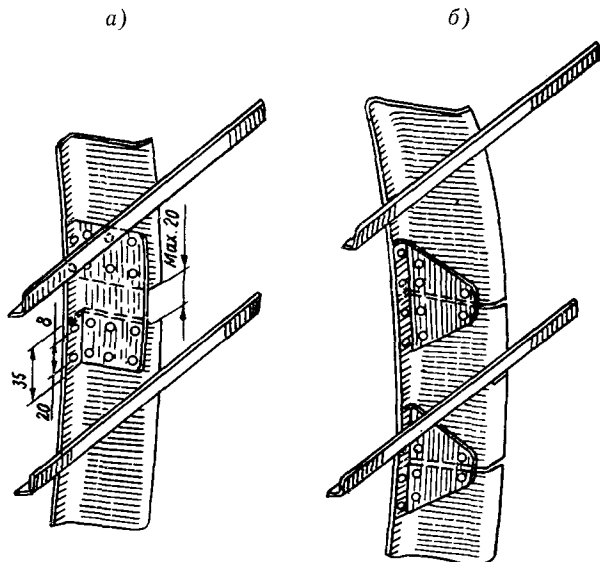
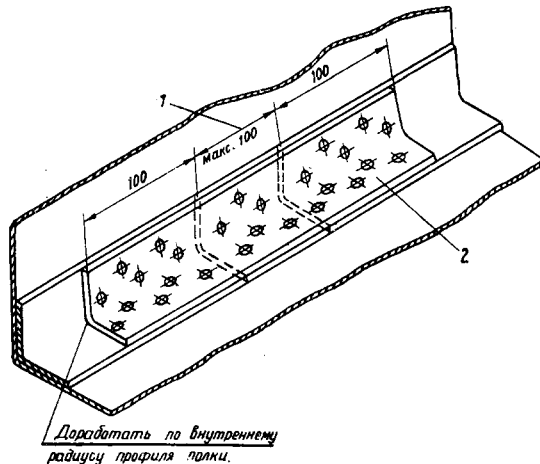

Рис. 2.2.2. Ремонт поврежденного участка нормального шангоута:
Рис. 2.2.3. Ремонт поврежденной полки шпангоута:
2.4.3. Вырежьте соединительную накладку, подгоните ее по месту, высверлите отверстия $\varnothing 3,1$ мм и приклепайте на заклепки согласно рис. 2.2.2(а).
<p>2.5.1. Вырежьте поврежденный участок шпангоута по стрингерным вырезам и зашлифуйте торцы напильником.</p> <p>2.5.2. На заготовке шпангоута произведите разметку нового участка (вкладыша) и вырежьте на длину вырезанной части шпангоута. Подгоните по месту и приторцуйте. Величина зазора в стыках вкладыша со шпангоутом допускается не более 1,5 мм. Вкладыш должен быть из того же материала (Д16АТ), того же сечения и толщины, что и ремонтируемый шпангоут.</p> <p>2.5.3. Установите по месту и подгоните соединительные кницы типа 48НФ или 47НФ. Просверлите отверстия \varnothing 3,1 мм и приклепайте накладку и кницы на заклепки согласно рис. 2.2.2(б).</p> <p>3. Отремонтируйте силовые шпангоуты.</p> <p>3.1. Отремонтируйте шп. № 1.</p> <p>3.1.1. Отремонтируйте повреждения уголковых профилей шпангоута, не превышающие по длине 100 мм.</p> <p>3.1.1.1. Вырежьте поврежденный участок полки шпангоута и высверлите старые заклепки в месте установки наклейки.</p> <p>3.1.1.2. Изготовьте вкладыш и накладку на поврежденное место из заготовки уголка того же сечения и материала. Накладка должна перекрывать вкладыш на 100 мм на каждую сторону и подгоните по месту.</p> <p>3.1.1.3. Установите на место вкладыш, накладку, просверлите отверстия \varnothing 4,1 мм (с использованием старых отверстий) и приклепайте на заклепки согласно рис. 2.2.3.</p> <p>3.1.2. Отремонтируйте повреждения уголковых профилей шпангоута, превышающие по длине 100 мм.</p> <p>3.1.2.1. Вырежьте поврежденный участок полки шпангоута и высверлите заклепки в местах установки накладок.</p> <p>3.1.2.2. Изготовьте новый участок шпангоута (вкладыш) по длине вырезанного из заготовки уголка того же сечения и материала и подгоните по месту.</p> <p>3.1.2.3. Изготовьте две наклейки длиной по 200 мм каждая и подгоните по внутренней поверхности полки шпангоута в месте стыковки вкладыша.</p>